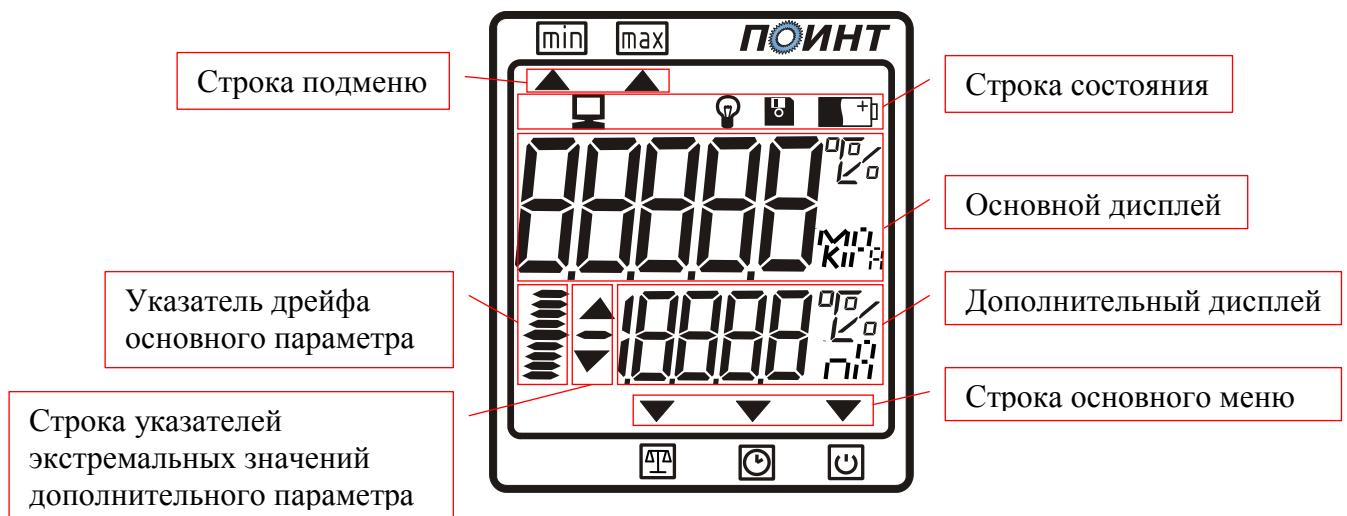

Рис.1
3.2.На лицевой панели измерителя расположен цифровой индикатор (рис.1), служащий для отображения информации и две кнопки управления. В верхней части прибора расположен разъем для подключения датчиков. На задней части измерителя находится крышка батарейного отсека.
4.4. Описание основного дисплея. Измеритель имеет три рабочих режима: рабочий режим измерения, режим отображения текущего времени, режим выбора времени работы измерителя. Переключение между этими режимами производится нажатием левой кнопки измерителя. В зависимости от положения указателя «▼», который расположен в строке основного меню (рис.1), можно определить, в каком режиме находится измеритель. Так при положении указателя над значком  прибор будет настроен на рабочий режим измерения,  - режим отображения текущего времени,  - режим выбора времени работы измерителя. В рабочем режиме измерения на основном дисплее может выводиться значение температуры, измеренное при помощи термопреобразователя сопротивления или термопары, значение влажности или значение физической величины соответствующая унифицированному сигналу постоянного тока в диапазонах от 0 до 5 или от 4 до 20 мА, Настройка этого параметра приведена в п.8.1. «Режим программирования». В режиме отображения текущего времени при нажатии на правую кнопку на индикаторе отображается текущий месяц, число и год. Установка этих параметров приведена в п.8.3.